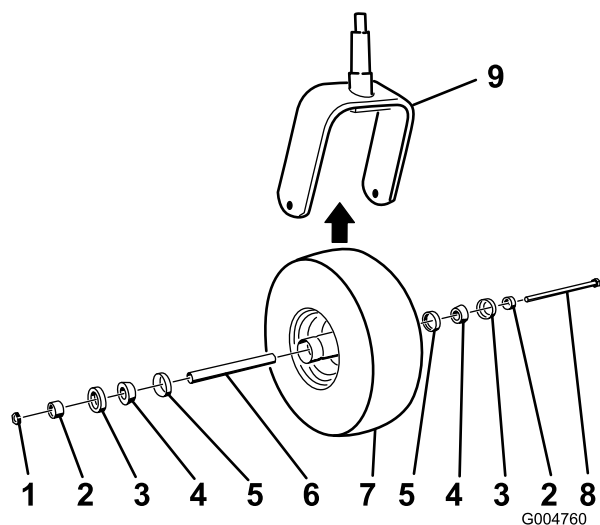

Figura 54
2. Togliete il dado di bloccaggio dal bullone che fissa la rotella orientabile alla forcella (Figura 54).
- Montate la rotella orientabile premendo i cuscinetti conici e gli schermi, lubrificati con grasso, nel mozzo della ruota, posizionata come illustrato nella Figura 54.